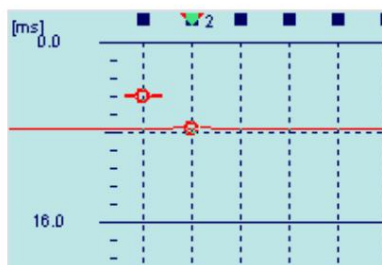

Figura 25 Primer marcador de ruptura en la traza 2
- Colocación de un primer marcador de ruptura en la traza 2 (Figura 25)